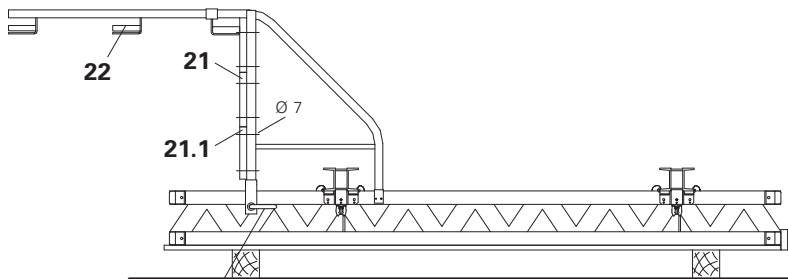
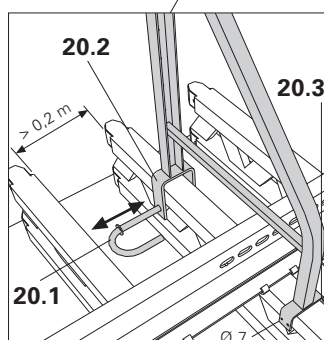

Fig. B2.02
Fig. B2.02.1
- (Fig. B2.02.1)
3. Fixar o assoalhamento (21) a toda a largura da consola, a partir de baixo, com Torx 6x40 (21.1).
4. Montar e fixar as guardas de segurança (22) incl. as tábuas e, se necessário, as guardas de proteção laterais.
- (Fig. B2.02)